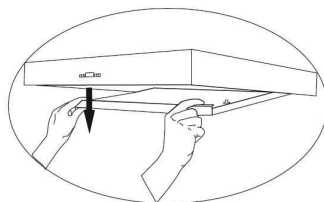

FIGURE 10
8) Retrait du panneau (Figure 10)